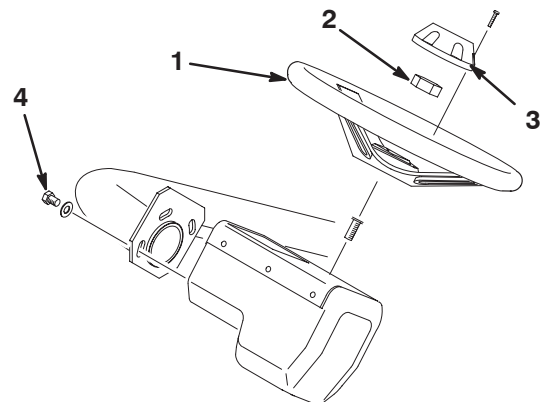

Bild 8
1. Schieben Sie das Lenkrad auf die Lenkwelle und befestigen Sie es mit der Klemmmutter (Bild 8). Ziehen Sie sie auf 43 Nm an.
2. Montieren Sie die Kappe mit der Schraube am Lenkrad (Bild 8).
Hinweis: Sie können das Lenkrad für den Bedienerkomfort nach vorne oder hinten verstellen. Lösen Sie die drei Befestigungsschrauben, drehen Sie das Lenkrad auf die gewünschte Stellung und ziehen Sie die Schrauben an (Bild 8).